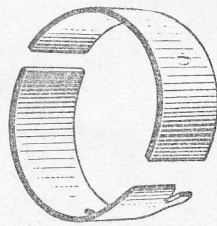

Рис. 30. Сталебабитовые вкладыши подшипников.
9) Подшипники кривошипно-шатунного механизма (коренные и шатунные) называются подшипниками скольжения. Их основной деталью являются тонкостенные сталебабитовые вкладыши (рис. 30). Вкладыши представляют собой стальную ленту, с внутренней стороны залитую баббитом. Баббитовые вкладыши сохраняют от износа шейки коленчатого вала.